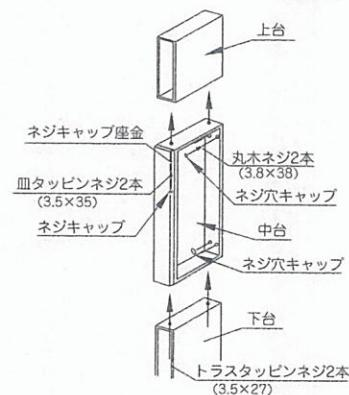

図10-4-3
- B. 下台に中台を載せ、両キャビネットの前面側面を合わせて下台の下穴より所定のネジで連結してください。（図10-4-3）
- C. 中台の後板上方の壁面取付用下穴より所定のネジで壁面に固定してください。（図10-4-3）
- D. 中台の後板の壁面取付用下穴にネジ穴キャップをはめ込んでください。（図10-4-3）
中台と上台の位置合せを行った後、中台の連結穴より、ネジキヤップ座金を介して、所定のネジで連結し、ネジ頭にネジキヤップをはめてください。(図10-4-3)